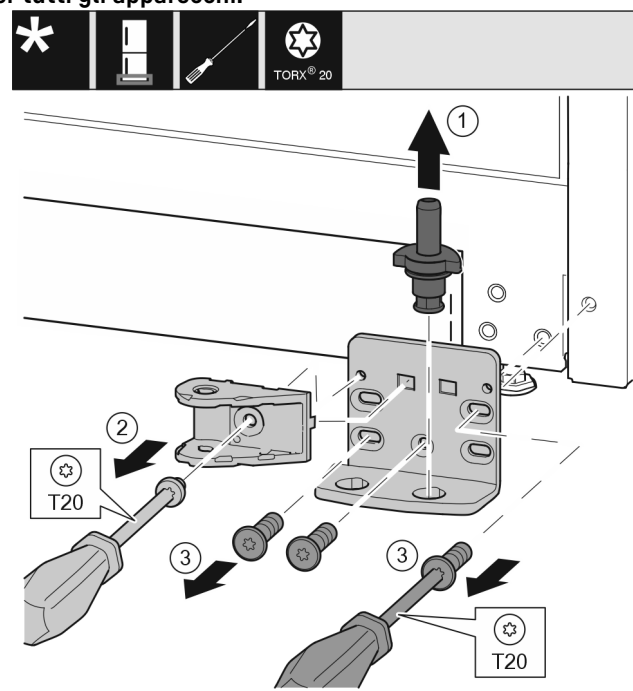

Fig. 34 *
- Estrarre completamente il perno di supporto verso l'alto. Fig. 34 (1)*
- Svitare la vite con il cacciavite T20 e rimuovere il collegamento dell'ammortizzatore di chiusura. Fig. 34 (2)
- Svitare le viti con il cacciavite T20 e rimuovere il blocco di supporto. Fig. 34 (3)*